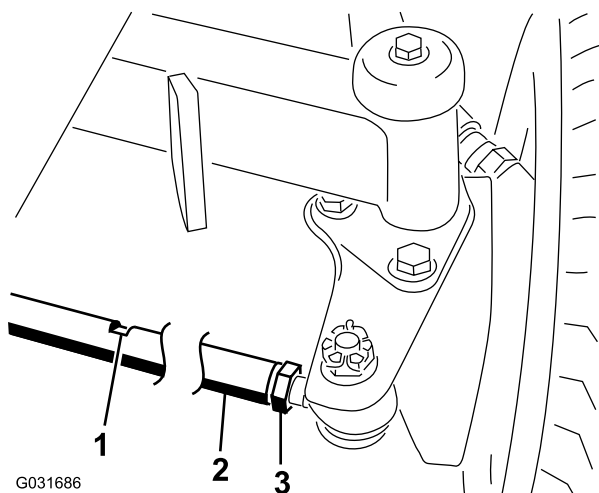

Figura 48
- Afloje las contratuercas de ambos extremos del tirante (Figura 48).